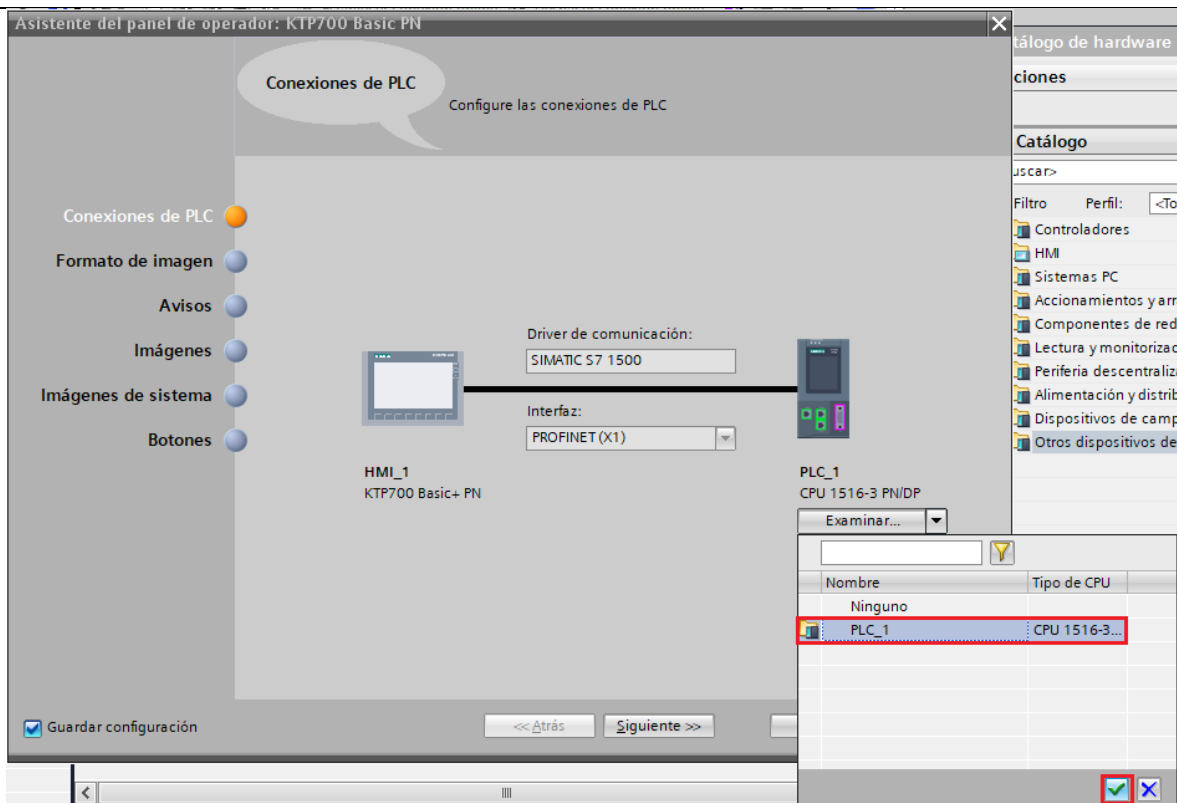

Figura 24. Conexión HMI- PLC_1.
(2) Luego se procede a configurar el HMI, mediante el “Asistente de panel de operador” en la ventana “Conexiones PLC”, seleccionar el PLC al que se conectara el HMI mediante Profinet, para ello hacer clic en “Examinar” y luego seleccionar el “PLC_1” (ver Figura 24). Luego presionar el botón “Finalizar”.